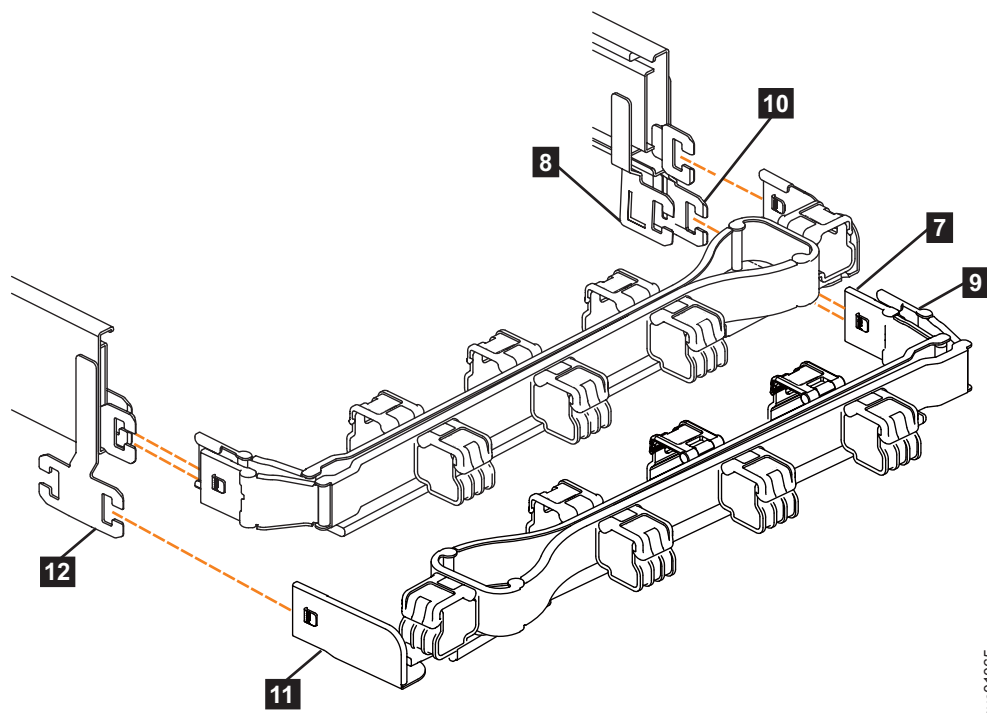

Abbildung 77. Vergleich der Positionen der Komponenten der Kabelträgerbaugruppen
**Anmerkung:** Die Prozedur zum Anbringen der unteren Kabelträgerbaugruppe ist mit der Prozedur zum Anbringen der oberen Kabelträgerbaugruppe identisch. Die Anschlusspositionen sind jedoch umgekehrt. Zu Vergleichszwecken werden in Abb. 77 auf Seite 83 die obere und untere Kabelträgerbaugruppe mit der Ausrichtung an den Halteschienen gezeigt. Der Halteschienenanschluss des oberen Kabelträgers wird an der rechten Schiene angebracht. Der Halteschienenanschluss des unteren Kabelträgers ( **11** ) wird an der linken Schiene angebracht.
5. Installieren Sie den inneren Anschluss der unteren Kabelträgerbaugruppe (**7**) an den inneren Teil der rechten Halteschiene (**8**) (siehe Abb. 77).
6. Installieren Sie den äußeren Anschluss der unteren Kabelträgerbaugruppe (**9**) an den äußeren Teil der rechten Halteschiene (**10**) (siehe Abb. 77).
7. Bringen Sie den Halteschienenanschluss an der unteren Kabelträgerbaugruppe (**11**) an dem Anschluss der linken Halteschiene (**12**) an (siehe Abb. 77). Stellen Sie sicher, dass die untere Kabelträgerbaugruppe sicher an den Haken am Ende der Halteschienen angebracht ist.